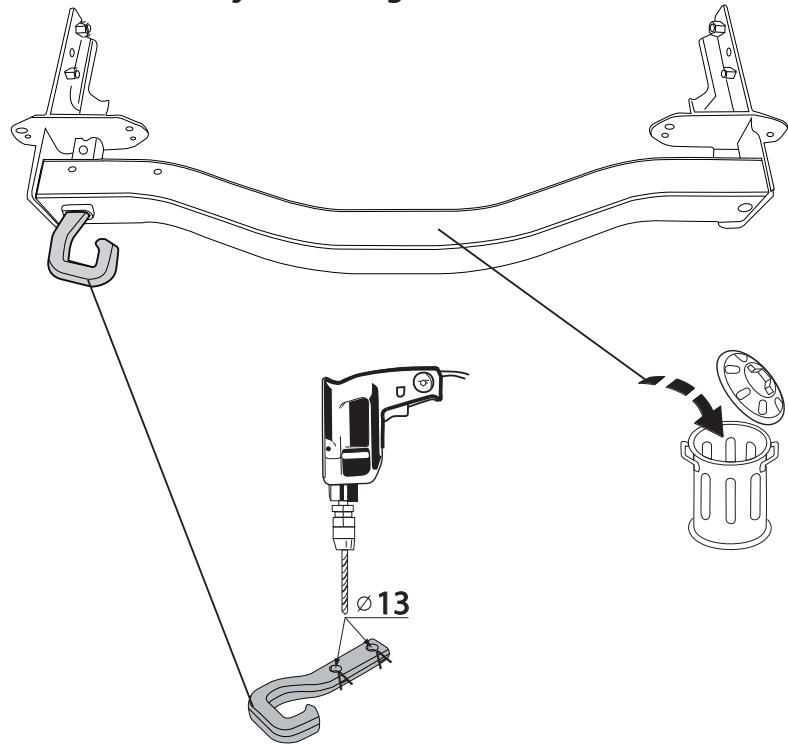

Fig. 2
6. **Внимание, если имеются:** Просверлить отверстия A диаметром Ø 13 мм насквозь (см. рис. 2).